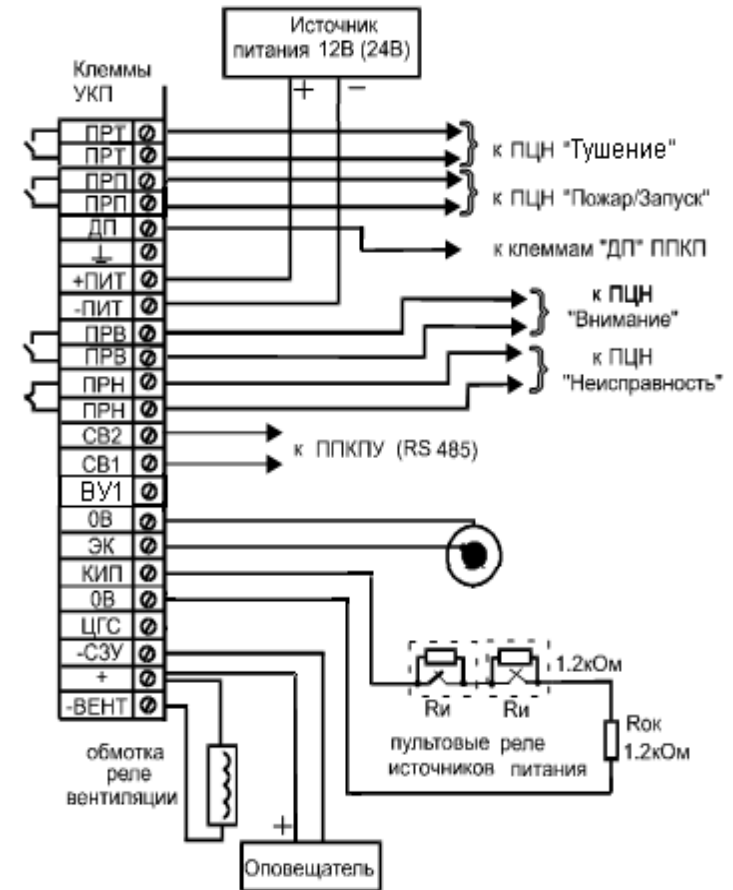

Рис.11
- ✓ Выполните подключения согласно монтажной схеме (Рис.11):